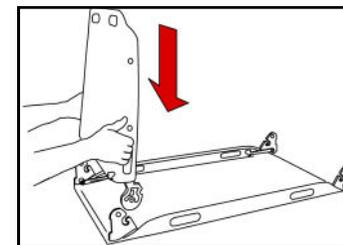

Figure 13
- Poser la partie centrale de la coque sur une surface plane. Basculer les leviers de verrouillage vers le haut. Positionner la partie arrière de la coque verticalement, au-dessus de la partie centrale de manière à ce que les flasques et les articulations repérées en noir, soient face à face, comme indiqué sur la (Figure 13).